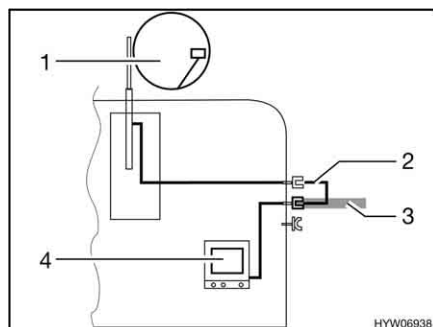

Fig. 102 TV nel veicolo
- TV nel veicolo (Fig. 102,4): Collegamento all'antenna del tetto (Fig. 102,1) con cavo di collegamento (Fig. 102,2)
- TV nel veicolo (Fig. 102,4): Collegamento a antenna esterna (Fig. 102,3)